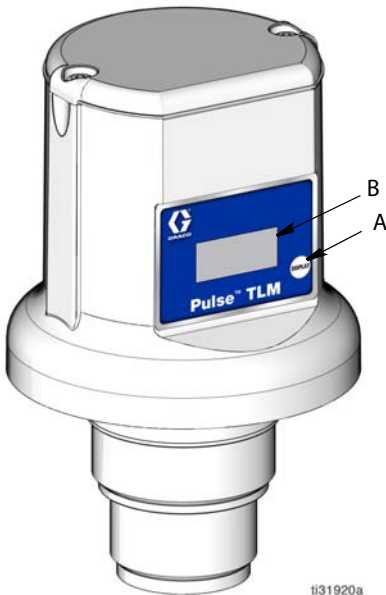

Рис. 6
Нажмите и отпустите кнопку Display (A). На дисплее (B) (Рис. 6) отобразятся данные; каждое сообщение выводится несколько секунд, затем появляется следующее.
После повторного наполнения цистерны маслом из распределителя или при опорожнении сливной цистерны обслуживающей компании, нажмите кнопку Display (A) (Рис. 6), чтобы проверить соответствие фактическому объему.